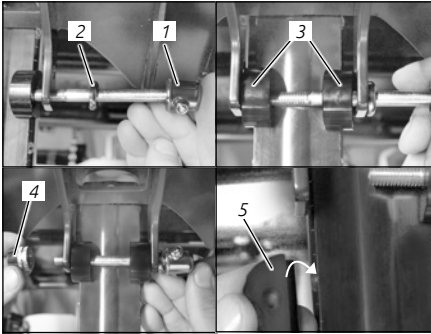

Abb.:9
2. Nun stecken Sie den Schnellspanner wieder hinein, achten Sie dabei auf die richtige Platzierung der einzelnen Befestigungskomponenten (siehe „Abb.:9“) und achten Sie darauf, dass die Kante des Kulissensteins („Abb.:9 (5)“) richtig auf der Schiene platziert ist.